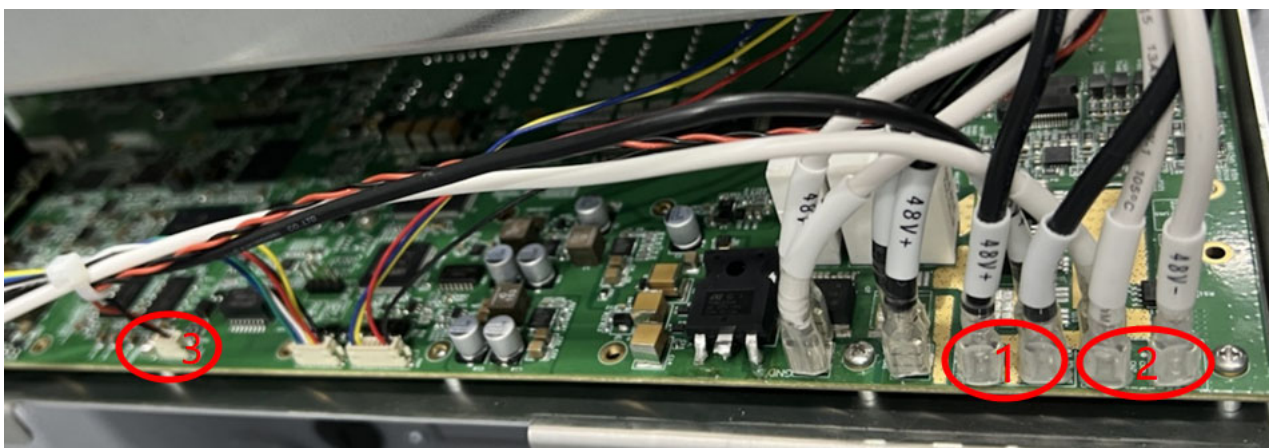

图 3-28 Safe IO 上的线缆位置
- 断开本体到 Safe IO 上的线缆，如图 3-28 所示；